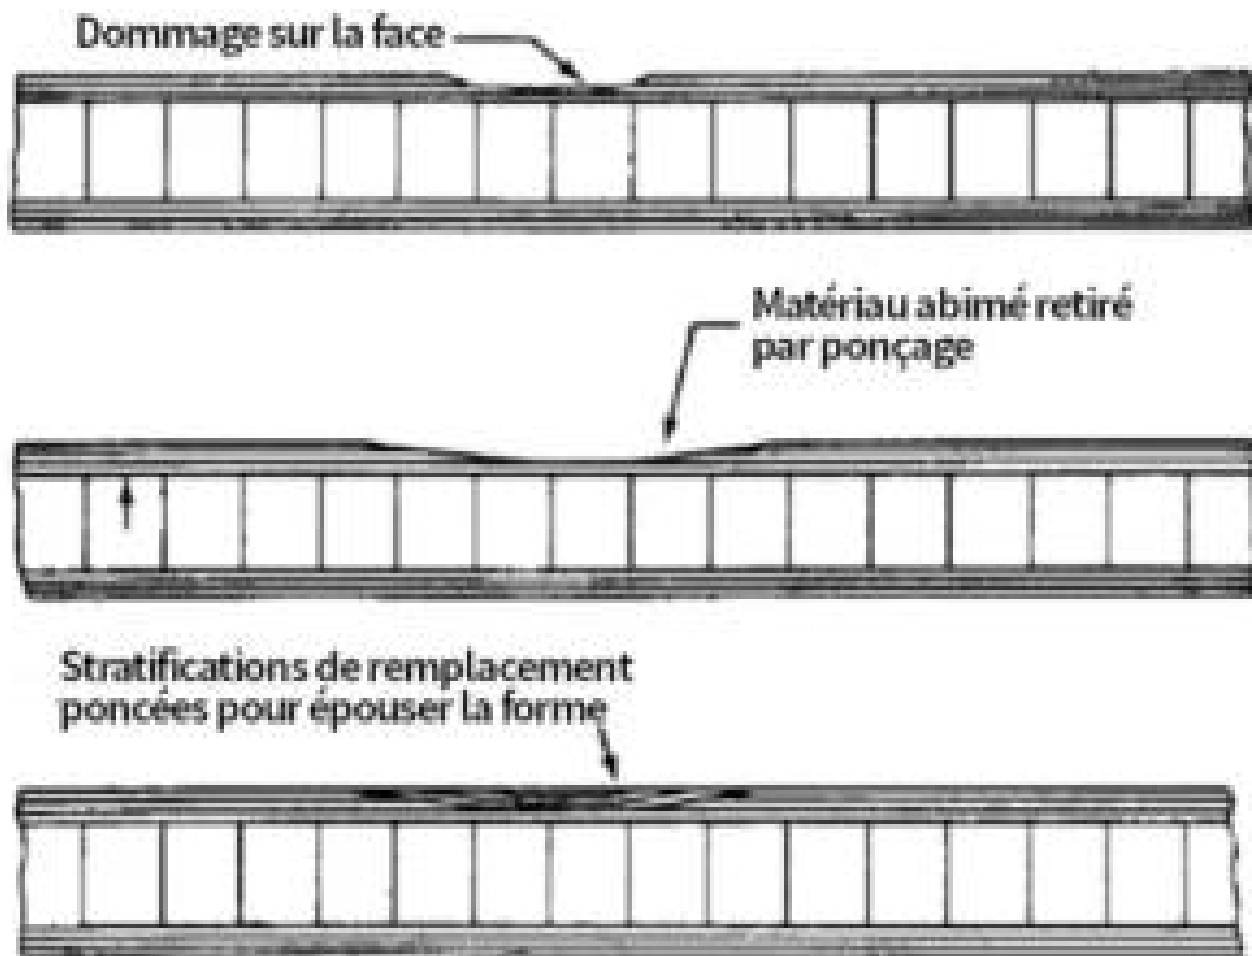

FIGURE 3-1. Réparation type du stratifié (face)
(1) Un dommage ne dépassant pas la première couche ou le premier pli du stratifié en fibre de verre peut être réparé par remplissage avec un mastic constitué d'une résine compatible durcissant à température ambiante et de fibres de verre courtes et propres. Avant que la résine ne durcisse, appliquer une feuille de tissu d'arrachage sur la zone de réparation et chasser toutes les bulles ainsi que l'excès de résine. Une fois la résine durcie, éliminer tout excès par ponçage et préparer la zone pour la remise en finition.
(2) Un dommage suffisamment profond pour affecter sérieusement la résistance du stratifié, généralement au-delà du premier pli ou de la première couche de tissu, peut être réparé comme illustré à la figure 3-1. Enduire la zone poncée de résine durcissant à température ambiante et appliquer des pièces profilées de tissu de verre imbibées de résine. Appliquer une feuille de tissu d'arrachage sur la réparation et chasser toutes les bulles ainsi que l'excès de résine. Une fois la résine durcie, racler l'excès de résine et poncer la surface de la réparation jusqu'au contour d'origine.